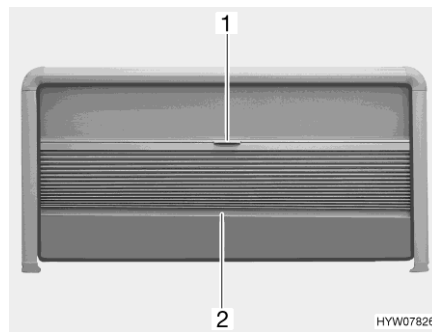

Bild 67 Faltverdunklung und Insektenschutzrollo (Ausstellfenster)
*Schließen:* ■ Die Faltverdunklung in der Mitte des Abschluss-Stabes (Bild 67,2) fassen und vorsichtig nach unten ziehen.
*Öffnen:* ■ Den Abschluss-Stab (Bild 67,2) der Faltverdunklung in der Mitte halten und die Faltverdunklung vorsichtig nach oben schieben.
*Schließen:* ■ Das Insektenschutzrollo am Griff (Bild 67,1) nach unten ziehen.
*Öffnen:* ■ Das Insektenschutzrollo am Griff (Bild 67,1) ganz nach oben schieben.